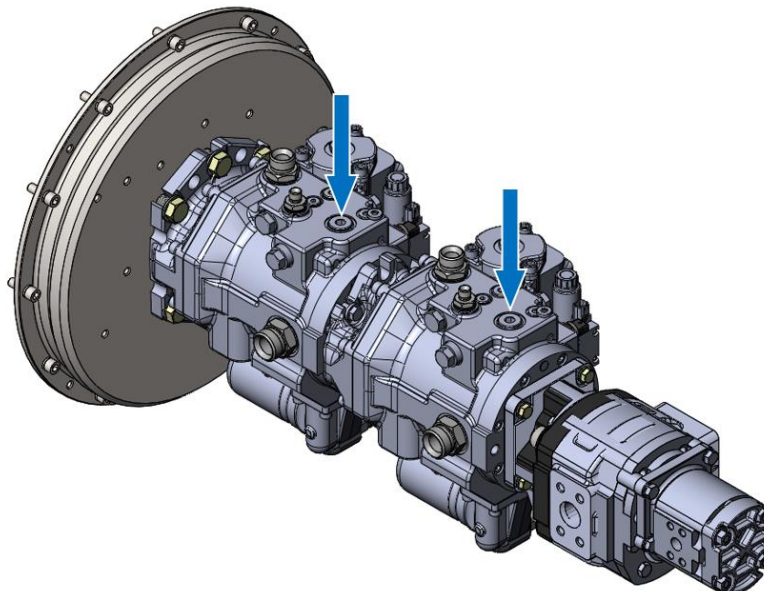

Рисунок 3.111. Процедура удаления воздуха из насосов Bosch
- ▶ Выкрутить пробки на насосах для удаления воздуха, рис. 3.111 (места расположения пробок показаны стрелками). Как только воздух перестанет выходить и начнет вытекать масло, закрутить пробки.